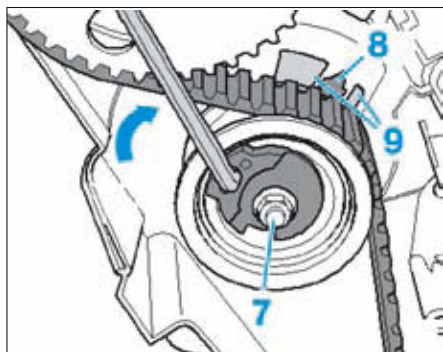

FIG. 11
- Dans cette position, préserrer les vis (5) de la roue dentée d'arbre à cames et les vis (6) de la pompe haute pression, à la 1re passe uniquement à ce stade.
- A l'aide de la clé 6 pans mâle, tourner avec précaution l'excentrique du galet tendeur dans le sens horaire jusqu'à ce que l'index (8) soit placé entre la fourche du repère fixe (9) (Fig.11).